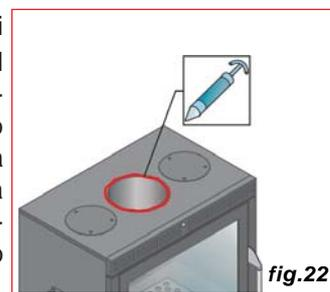

fig.22
**6.5)** Prima di inserire il calorsystem all'interno del vano interporre sulla bocca uscita fumi del sigillante refrattario (fig.22).